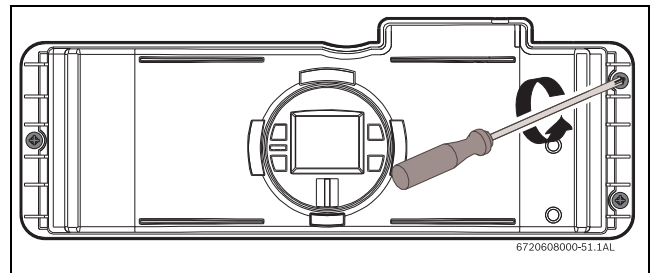
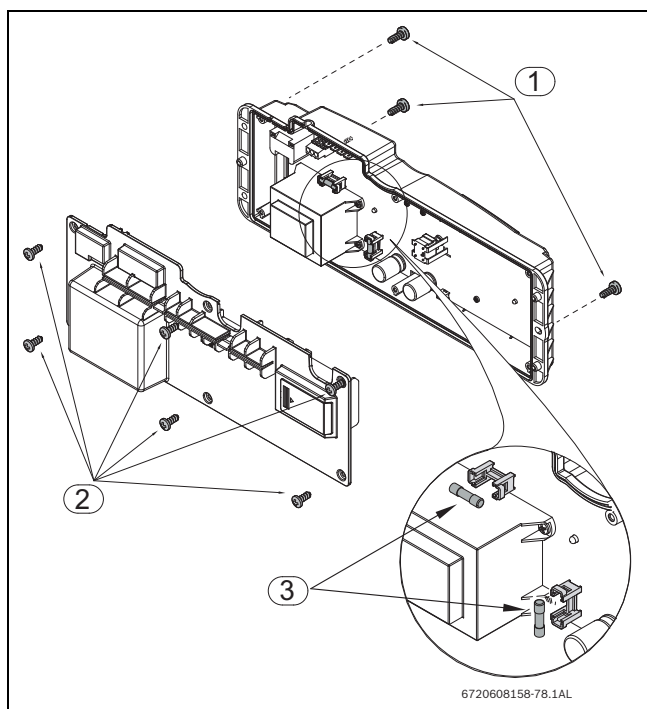

Рис. 46
Рис. 47 Місця розташування запобіжників
- ▶ Відгвинтіть три гвинти на електронному блоці (Рис. 46 е Рис. 47, поз. 1).
- ▶ Відгвинтіть шість гвинтів на задній кришці електронного блоку, див. Рис. 47, поз. 2.
- Перевірте запобіжники на друкованій платі, див. Рис. 47, поз. 3.
- Після перевірки запобіжників, встановіть всі деталі у зворотному до зняття порядку (Рис. 47, поз. 3).